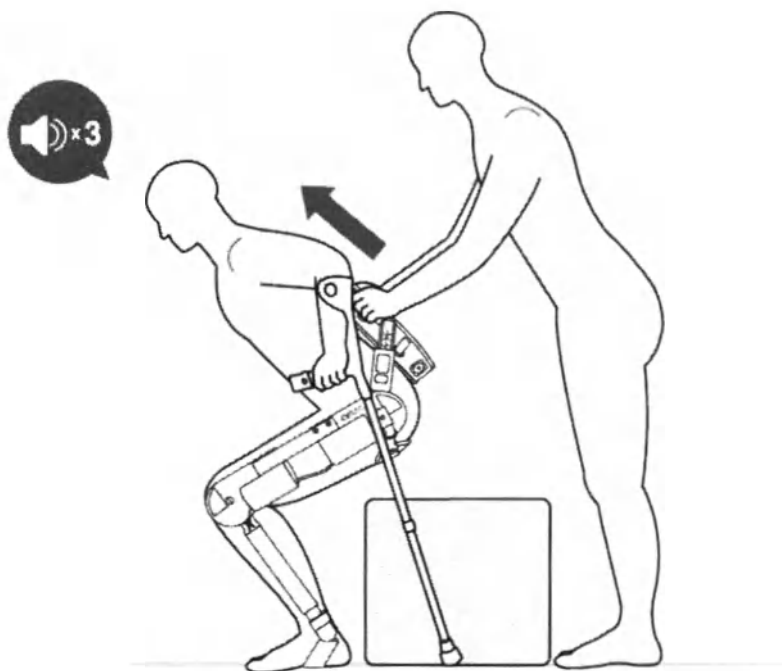

Рисунок 6 – Процесс вставания
- Убедитесь, что ассистент находится сзади и осуществляет страховку (рисунок 6).